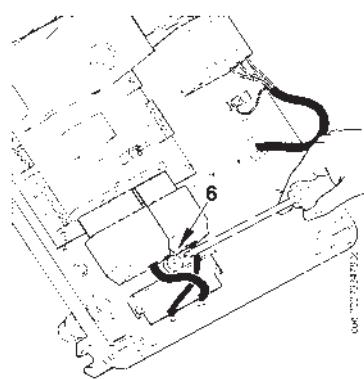

Рисунок 3
- 3) Поместите кабельный зажим, как указано на рис.3. Поверните эксцентрик (6) так, чтобы пластинка зажима оказала должное давление на два кабеля, теперь можно затянуть винты, фиксирующие пластинку зажима. Соедините два разъема: 7-штырьковый и 4-штырьковый.